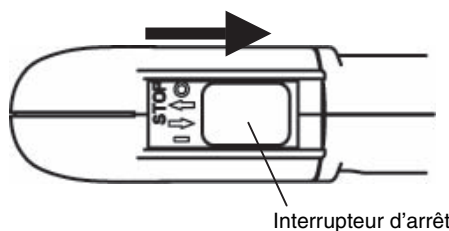

Figure 1
- (1) Positionner cette machine à un lieu plat.
- (2) Mettre l'interrupteur d'arrêt sur la position "MARCHÉ". (Figure 1)